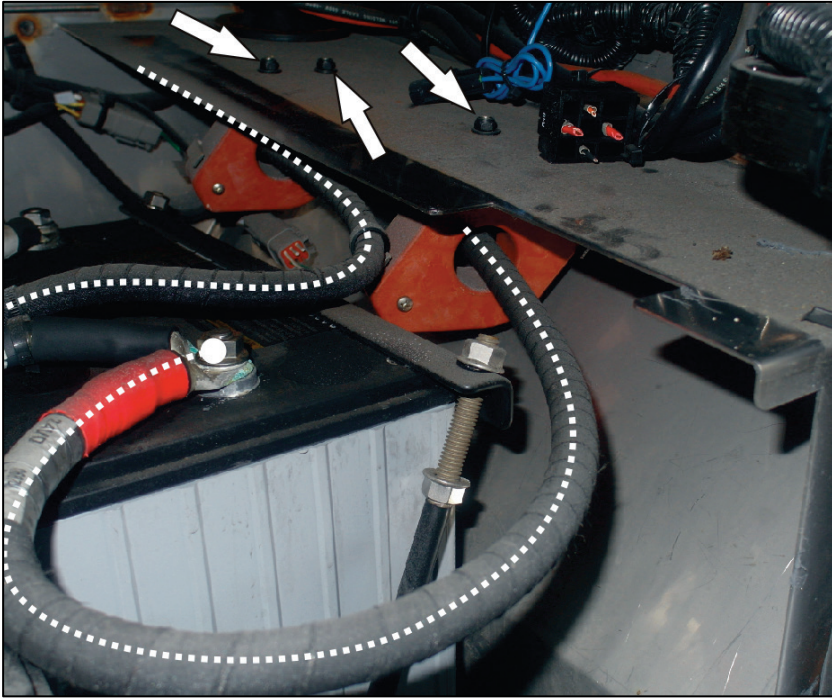

Figure 11 : Série H
6. Déconnecter les fils 12V et 24 V pour permettre de retirer les capteurs. (Fig. 11 et 12)